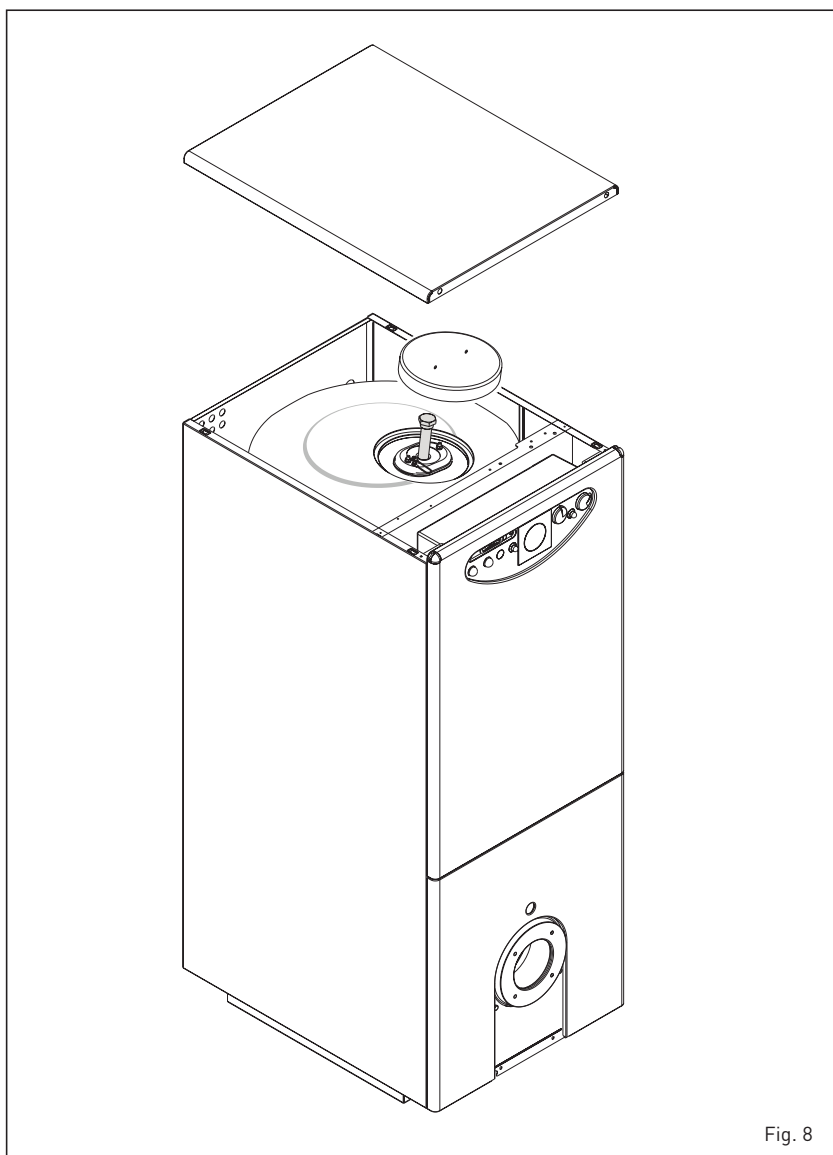

Fig. 8
3.3.2 Ánodo de protección acumulador (fig. 8)